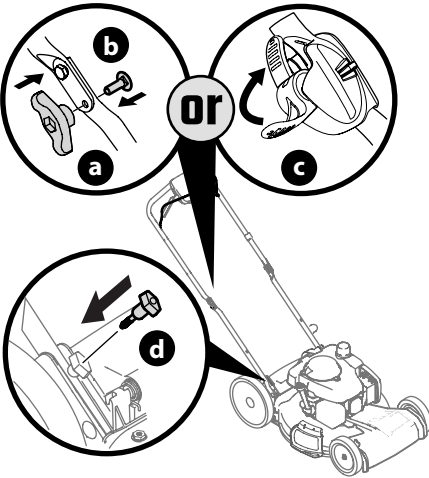

Figure 8
4. Remplacez les boutons étoile ou les écrous papillon (a) et les boulons de carrosserie (b) retirés à l'étape 2 dans les trous de la partie inférieure du guidon ou placez les loquets (c) dans la position de verrouillage. Voir Figure 8.